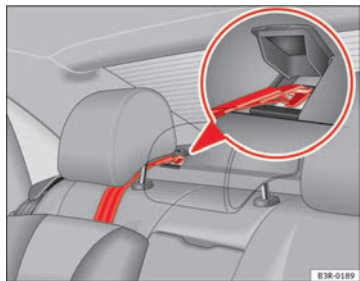

Abb. 35 Befestigungsgurt: korrekte Einstellung und korrekter Einbau
- Führen Sie den Befestigungsgurt des Top Tether unter der Rückkopfstütze hindurch ⇒ Abb. 35 (dazu ggf. die Kopfstütze nach oben verstellen).
- Die Abdeckung der Verankerung an der Ablage anheben -siehe Darstellung- ⇒ Abb. 35.